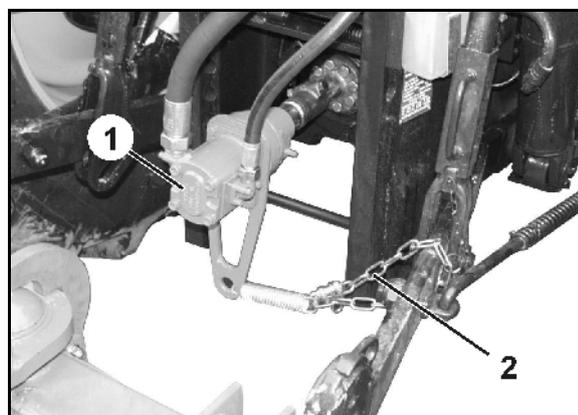

Fig. 73
Hydraulik-Aufsteckpumpe (Fig. 73/1) ankuppeln:
3. Hydraulikaufsteckpumpe durch Einhängen der Kette (Fig. 73/2) gegen Mitlaufen sichern!